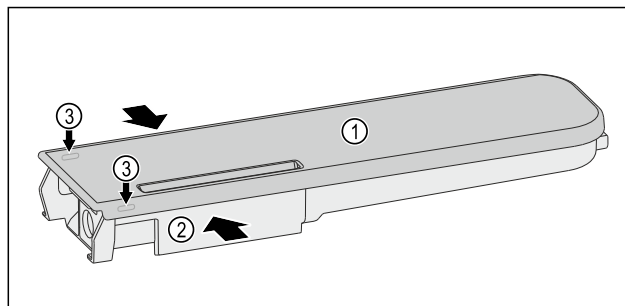

Fig. 130
- ▶ Stlačte nádrž na vodu Fig. 130 (2) k sobě a víko Fig. 130 (1) opatrně vypáchejte přes západky Fig. 130 (3) a vytáhněte nahoru.
- ▶ Víkem Fig. 130 (1) pohybujte lehce tam a zpět a sejměte jej nahoru.